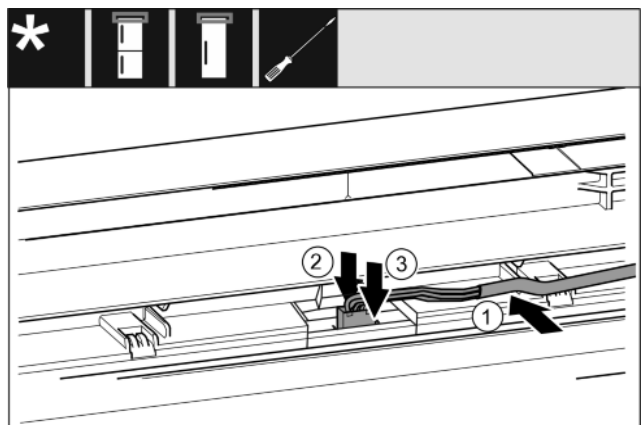

Fig. 27
- ▶ Graues Kabel in die Führung in der oberen Tür einlegen. *Fig. 27 (1)*
- ▶ Rastnase nach hinten drücken *Fig. 27 (2)*
- ▶ Stecker einrasten. *Fig. 27 (3)*